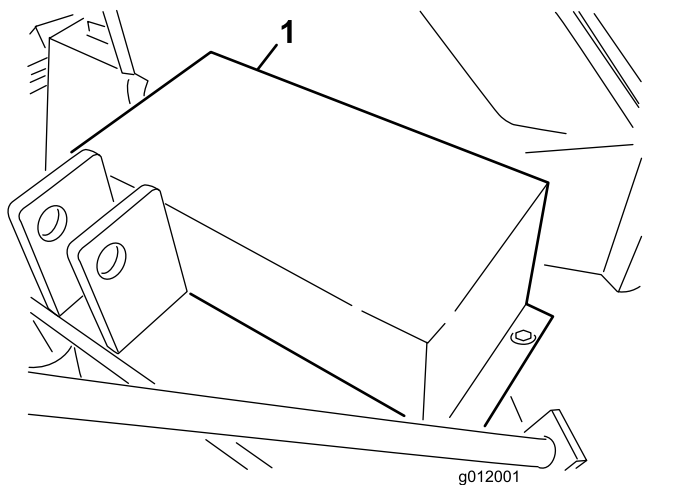

Figura 14
1. Retire os parafusos, as anilhas e as porcas que prendem a proteção da correia à caixa do soprador (Figura 14).
2. Retire a proteção da correia (Figura 14).